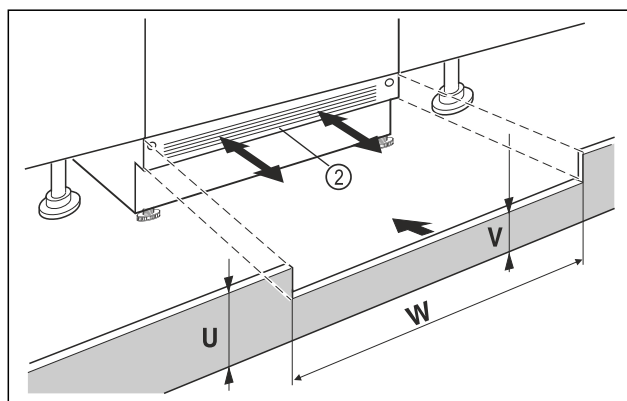

Fig. 16 Ilustrační zobrazení
- Nasadte krycí lištu spotřebiče Fig. 16 (2) ale ještě nepřipevňujte.
- U viditelné krycí lišty Fig. 16 (2) tuto lištu vytáhněte dopředu natolik, až jsou přední hrana větrací mřížky a nábytkové krycí lišty zarovnané.
- Při zakryté krycí liště Fig. 16 (2) tuto lištu zasuňte úplně dozadu.
- Dbejte a zcela volné větrací štěrby: V případě potřeby přirázíte krycí lištu nábytku Fig. 16 (U) na potřebnou výšku!
- Podél šířky výklenku Fig. 16 (W) přizpůsobte výšku můstku Fig. 16 (V) pod krycí lištu spotřebiče Fig. 16 (2).